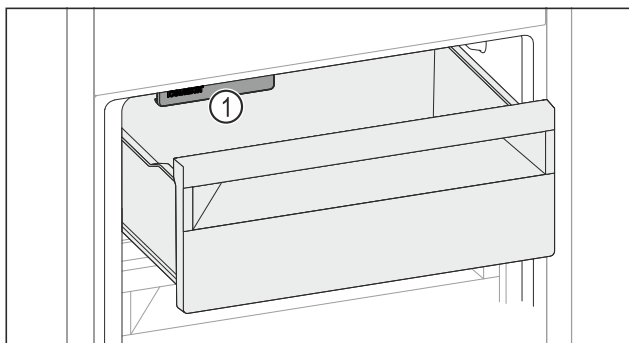

Fig. 142
- ▶ Учитывайте IceMaker Fig. 142 (1).